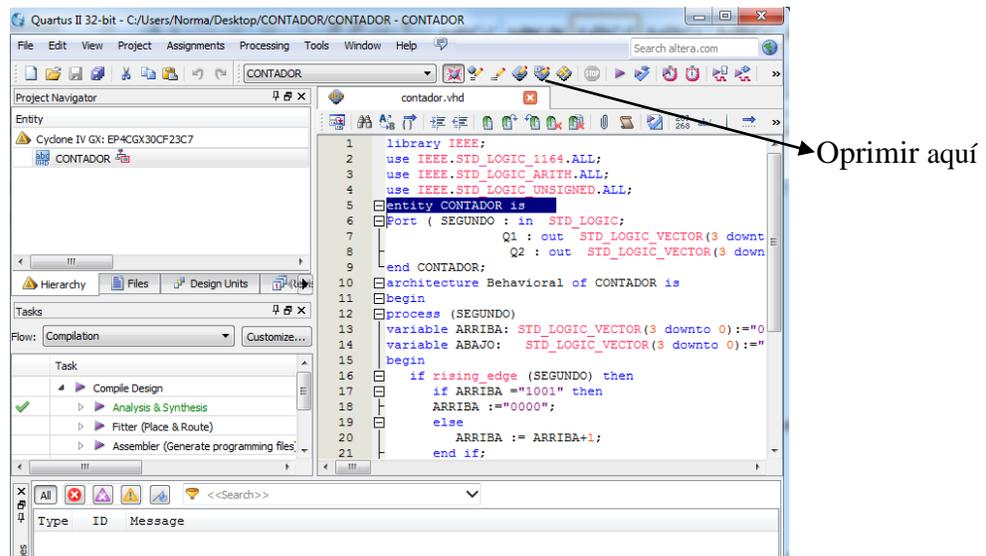

Figura .5. Acceso al Pin Planner Editor.
- Para abrir la ventana que permite definir los puertos de entrada y salida del diseño en VHDL, se debe oprimir el botón “Pin Planner”, como se muestra en la figura 5.